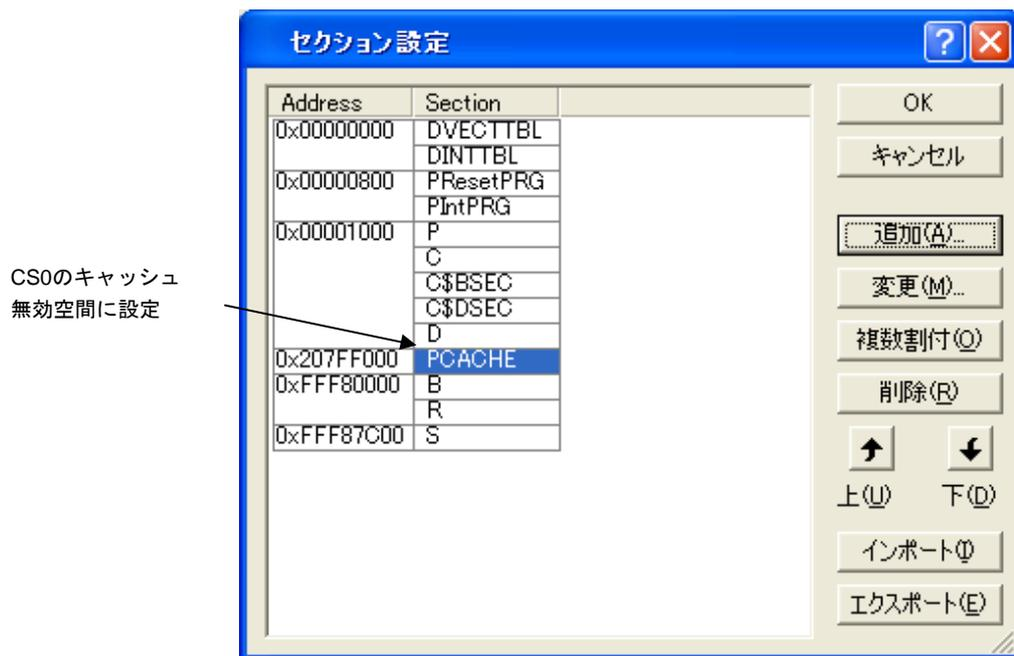

図5.3.14 セクション設定⑥
- (6) セクション名が追加され、[セクション]ダイアログボックスに戻ります。図5.3.14に示すように設定ができているか確認後、"OK"ボタンをクリックします。